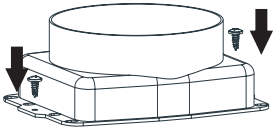

Abb. 3.1: Abluftstutzen montieren
- Abluftstutzen ② mit 2 Schrauben auf der Motorbox verschrauben (⇒ Abb. 3.1).
- Falls benötigt Reduzierstück ④ auf den Abluftstutzen ② aufsetzen und fest aufschieben.